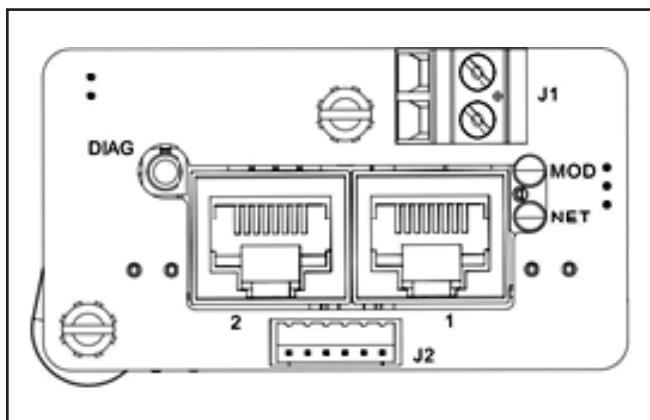

図1-11 上部カバーアーのレイアウト
- トップカバーの下にある、RS485診断ポート用の2.5mmメスジャック(図1-11)。